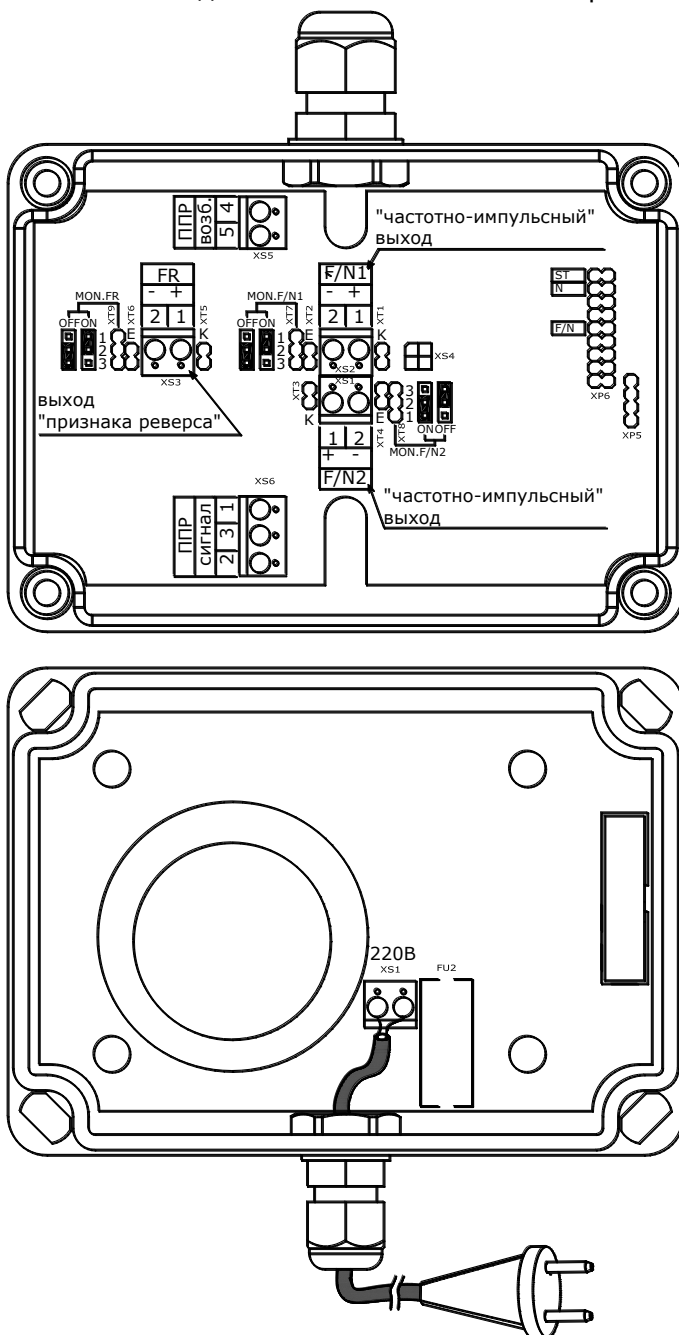

Рис. 8.8
8.4.1 Для проведения монтажа линий связи необходимо отвернуть 4 винта на передней панели ППМ и снять переднюю панель. После этого освобождается доступ к разъемам и клеммникам для подсоединения внешних цепей. Внешний вид расходомера со снятой верхней крышкой приведен на рис. 8.8.
Установка вида дискретного сигнала осуществляется путём установки/снятия джампера **F/N** (поле **XP6 (XP2** – при наличии платы **RS-485**), см. рис. 8.8, 8.9):
8.7.2 Конфигурация выходных каскадов выбирается посредством установки/снятия джамперов на плате коммутации (см. рис. 8.8, таблица 8.2):
8.8.2 Установка контроля обрыва линии дискретного выхода и линии сигнала признака реверса осуществляется путём установки в требуемое положение джампера **XT7** для канала **G1**, **XT8** для канала **G2**, **XT9** для линии сигнала признака реверса (см. рис. 8.8):